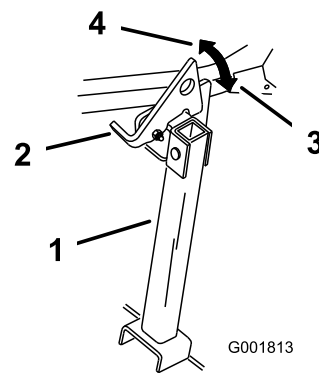

Bild 36
- Heben Sie den Riegel in die ENTRIEGELTE Stellung an (Bild 36).